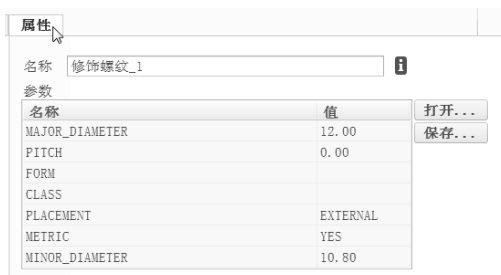

图 6-172 “螺纹”选项卡的“属性”面板
6) 在“螺纹”选项卡中打开“属性”面板, 可以指定修饰螺纹的名称, 以及查看修饰螺纹的“参数”表, 如图 6-172 所示, 允许通过单击“参数”表中的单元格来更改相应的参